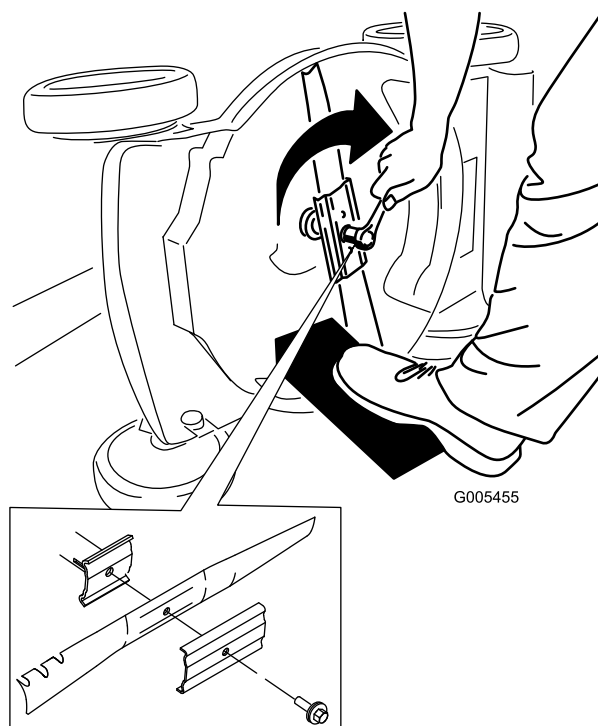

Figura 53
5. Montate la nuova lama usando la bulloneria di montaggio (Figura 53).